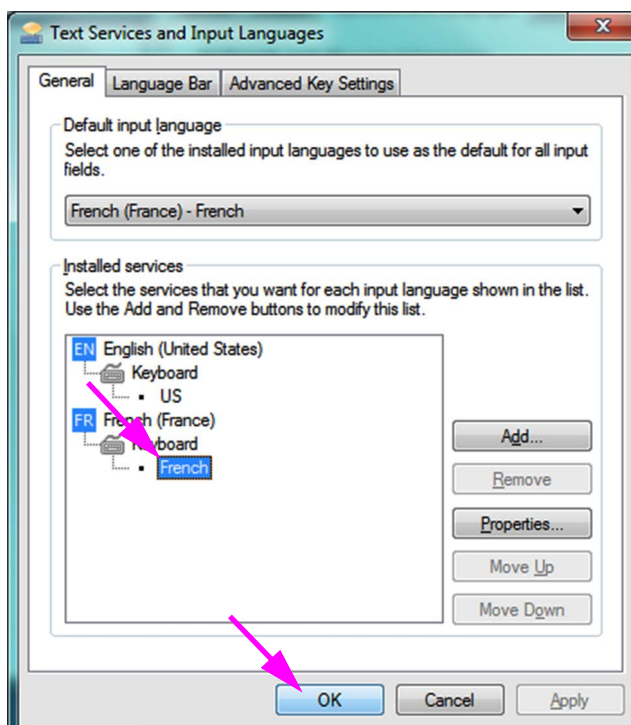

Figure C-11. Écran Text Services and Input Language (Services de texte et de langues) – Onglet General (Général)
7. Cliquez sur l'onglet **General (Général)** (cf. Figure C-11) et utilisez la boîte de défilement dans la section Installed services (Services installés) pour sélectionner le (nouveau) clavier souhaité et cliquez sur le bouton **OK**.